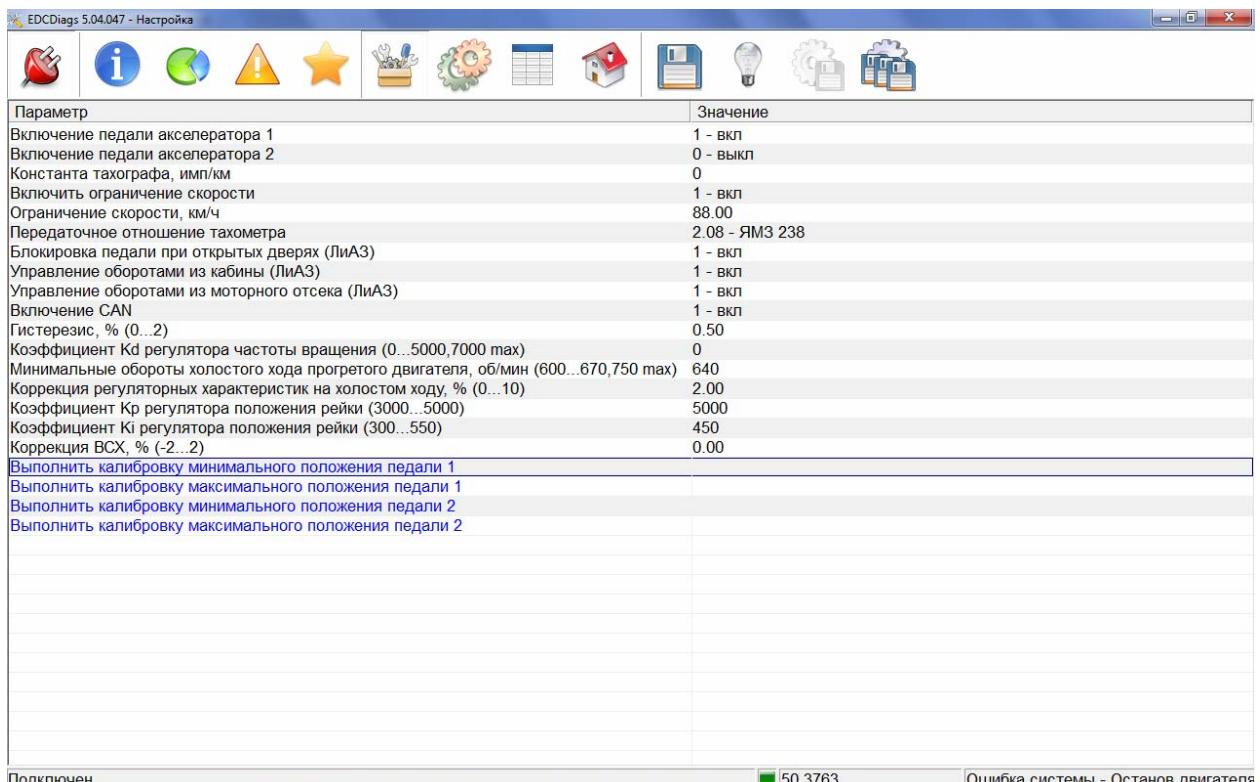

Рис. 3.8.
3.8.1. Выбрать вкладку «Настройка» (Рис. 3.8.). Отображаемые параметры соответствуют значениям, которые сохранены в блоке управления.
3.9.1. Выбрать вкладку «Настройка» (Рис. 3.8.).